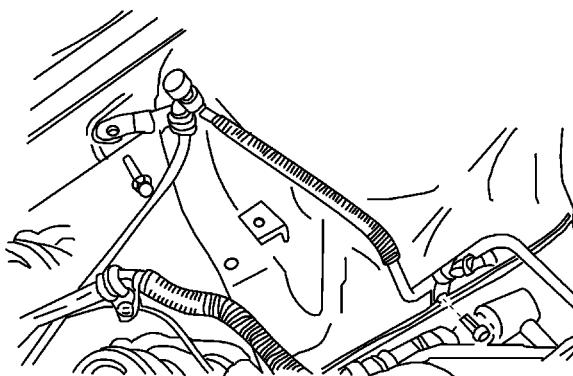

图 5-44 拆卸液管
10) 按照图 5-44 所示，拆卸液管至车辆管箍螺栓，并从车上拆卸液管。